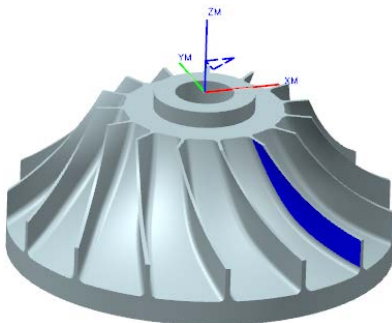
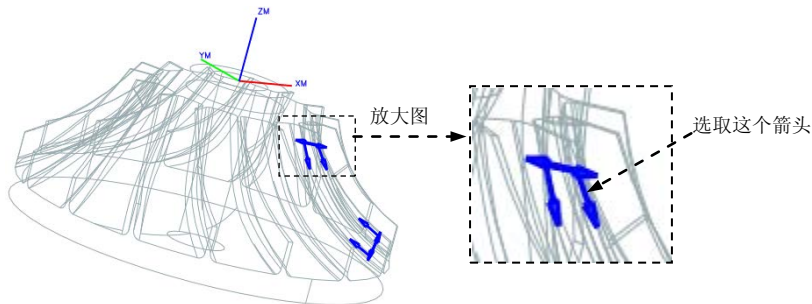

图 5.5.19 选取驱动曲面
图 5.5.20 选取切削方向
(3) 在“可变轮廓铣”对话框  驱动方法 区域中单击  按钮，系统弹出“曲面驱动方法”对话框；单击  按钮，系统弹出“驱动几何体选择警告”对话框；单击  确定 按钮，系统弹出“驱动几何体”对话框，在图形区选取图 5.5.19 所示的曲面，系统返回到“曲面驱动方法”对话框；单击“切削方向”按钮 ，在图形区选取图 5.5.20 所示的箭头方向。